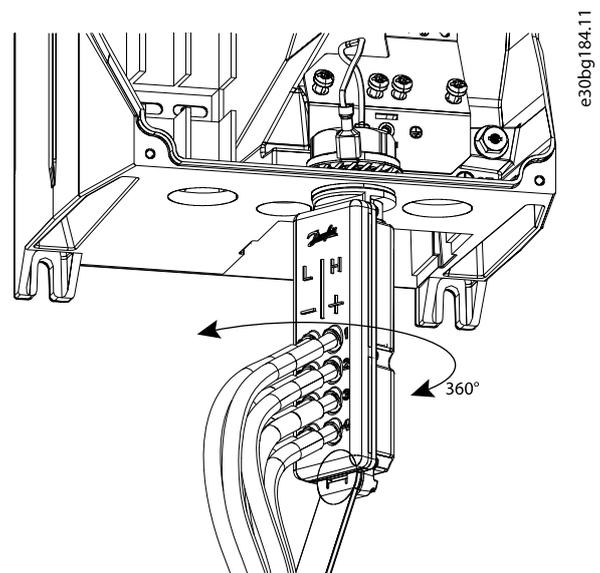

Abbildung 1.4 Positionieren der Einheit
5. Ziehen Sie die Mutter mit einem Drehmoment von 5 Nm an. Nach Anziehen der Mutter können Sie die Einheit nicht mehr drehen. Siehe *Abbildung 1.4*.